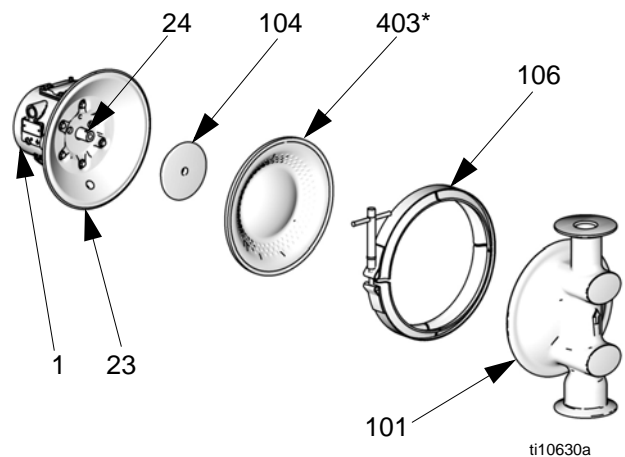

ABB. 12
3. Die Klammern (106) abnehmen, mit denen die Materialdeckel (101) an den Luftdeckeln (23) befestigt sind. Die Materialdeckel (101) von der Pumpe abziehen. Siehe ABB. 12.
5. Die Membranen sind handfest montiert. Um sie zu lösen, beide Membranen fest am Außenrand anfassen und im Gegenuhrzeigersinn drehen. Eine Membrane löst sich und die andere bleibt an der Welle. Die gelöste Membrane (403) und die luftseitige Platte (104) abnehmen.
6. Die gegenüberliegende Membrane und die Welle (24) aus dem Mittelgehäuse (1) herausziehen. Die flachen Stellen der Welle mit einem 19-mm-Einmaulschlüssel halten und die Membrane und die luftseitige Platte von der Welle abnehmen.
7. Die Membranwelle (24) auf Verschleiß oder Schleifspuren überprüfen. Wenn sie beschädigt ist, die Lager (19) in eingebautem Zustand überprüfen. Wenn die Lager beschädigt sind, siehe Seite 24.
8. Einen O-Ring-Haken in das Mittelgehäuse (1) einführen und in die Packungen (402) einhaken. Dann die Packungen aus dem Gehäuse herausziehen. Dabei können die Lager (19) an ihrem Platz bleiben.